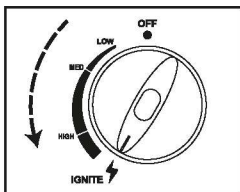

Рис. 11
- Поверните ручку переключателя в положение IGNITE («Воспламенение») (смотрите рис.11) до щелчка, пламя зажжется автоматически.